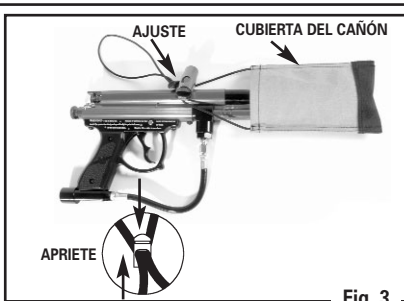

Fig. 3
- Coloque la CUBIERTA DEL CAÑÓN sobre el cañón (Fig. 3)
- Asegúrese de que la CUBIERTA DEL CAÑÓN esté colocada sobre el cañón (Ver la Fig. 3)
- Asegúrese de que la CUBIERTA DEL CAÑÓN esté colocada sobre el CAÑÓN (Ver la Fig. 3)